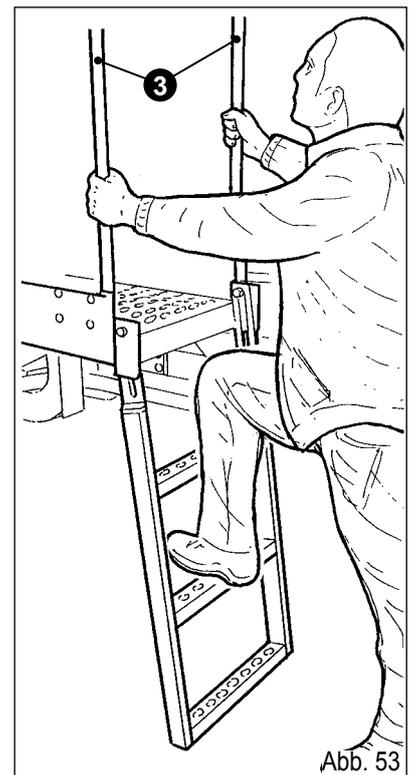

Abb. 53
- Um die abschließbare Tanktür zu öffnen, müssen Sie über die Klappleiter auf die Plattform steigen (1).
- Um die Leiter zu verwenden, muss sie durch Freilassen des Hakens(2) entriegelt werden. Greifen Sie sie dann mit den Händen und begleiten Sie ihren Abstieg bis zum Endanschlag.
- Steigen Sie ohne Eile die Leiter hinauf und nutzen Sie das Schutzgeländer der Plattform (3) als Befestigungspunkte (Abb. 53).
- Wenn die Operationen auf der Plattform beendet sind, bringen Sie die Klappleiter wieder in Ruhestellung und verriegeln Sie sie erneut mit dem Haken (2).